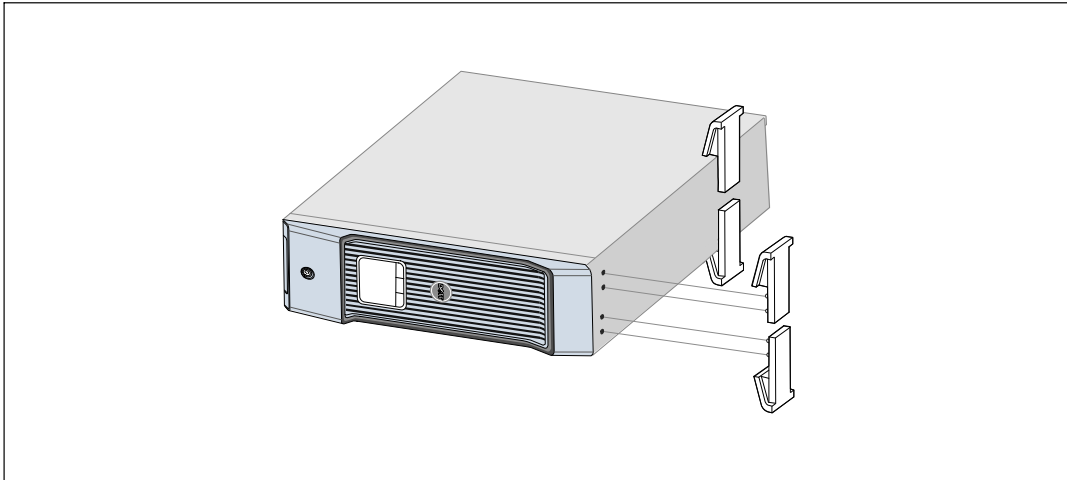

Figure 24. Installation des socles
- 7 Placez le module horizontalement pour que l'extrémité droite du module soit accessible (voir Figure 24).